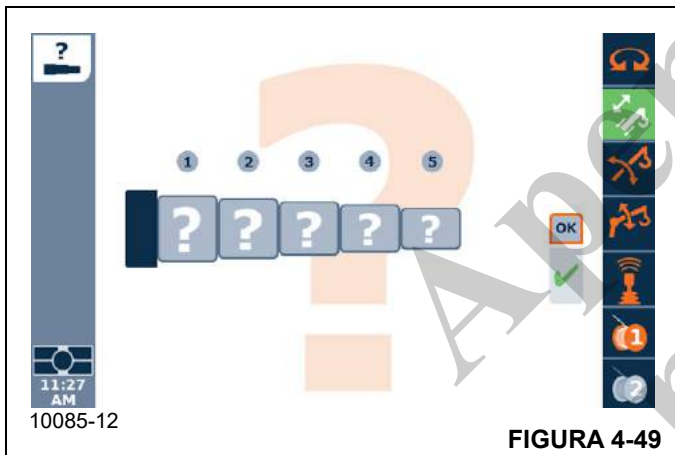

FIGURA 4-49
da função telescópica aparecerá como mostrado na Figura 4-49.
- Na tela de redefinição da função telescópica, como mostrado na Figura 4-49, o operador poderá indicar a configuração da lança atual (“imagem do telescópio real”). É possível ver que há 5 caixas disponíveis (para as 5 seções da lança telescópica). Cada uma destas caixas giratórias pode ser usada para mudar para uma das seguintes opções: